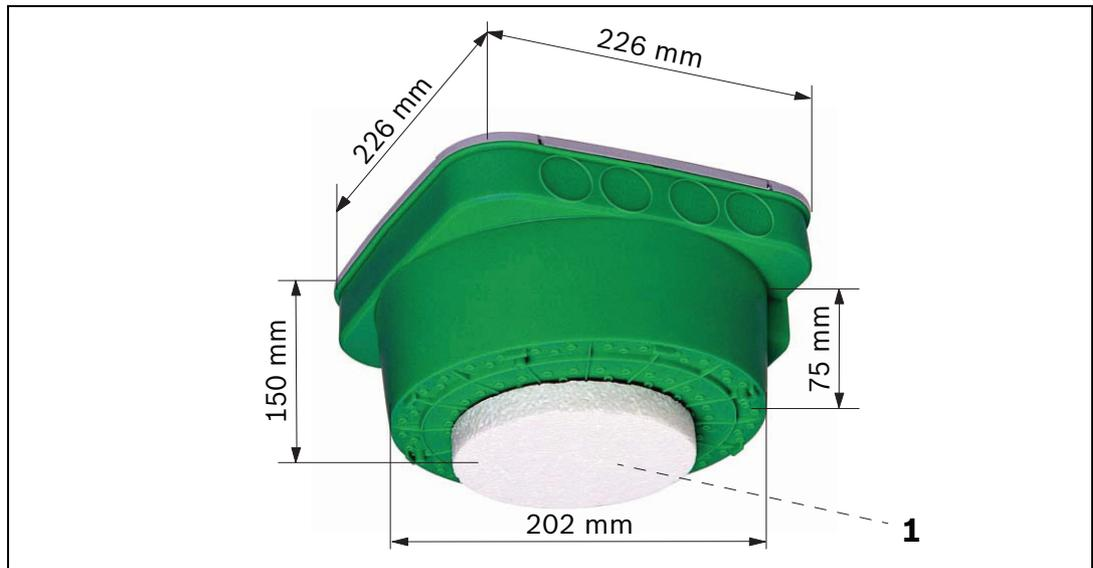

Figura 3.11 Carcasa para techos de hormigón FAA-500-CB
Las entradas de cables o tuberías en las paredes de la carcasa FAA-500-CB se realizan con una herramienta de perforación universal. Una vez retiradas las placas, la parte frontal (consulte la *Figura 3.11 (1)*) se abre con una sierra de calar o una bailarina.